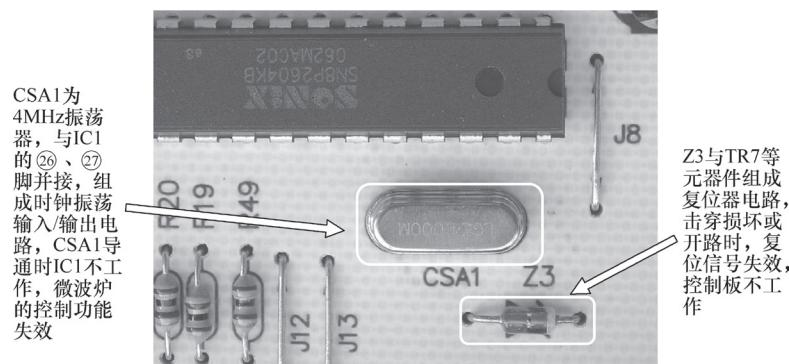

图 4-61 控制板上的时钟振荡元器件
首先检查 +12V 电压正常，指示灯点亮，也说明 +5V 电压正常。因此，这时可检查 IC1 (SN8P2604KB) 单片机的引脚电压及对地电阻值（其正常值见表 4-1）。根据检修经验，应重点检查②⑥、②⑦、②⑧脚及其外围元器件，如图 4-61 所示。